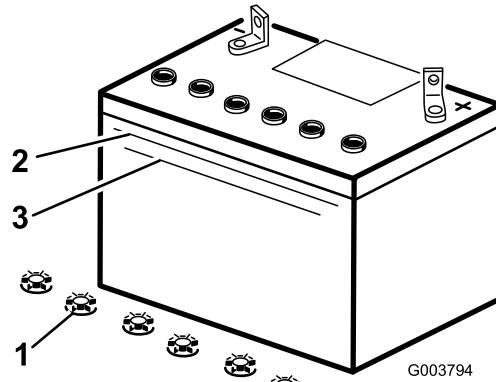

Bild 38
3. Sehen Sie sich die Seite der Batterie an. Der Füllstand muss bis zur oberen Linie reichen (Bild 38). Der Säurestand darf nicht unter die untere Linie fallen (Bild 38).
3. Entfernen Sie die Verschlussdeckel von der Batterie (Bild 38).
4. Gießen Sie langsam destilliertes Wasser in jede Batteriezelle, bis der Säurestand die obere Linie (Bild 38) am Batteriegehäuse erreicht.
5. Warten Sie nach dem Füllen der Batteriezellen fünf bis zehn Minuten. Gießen Sie bei Bedarf destilliertes Wasser in jede Batteriezelle, bis der Säurestand die obere Linie (Bild 38) am Batteriegehäuse erreicht.